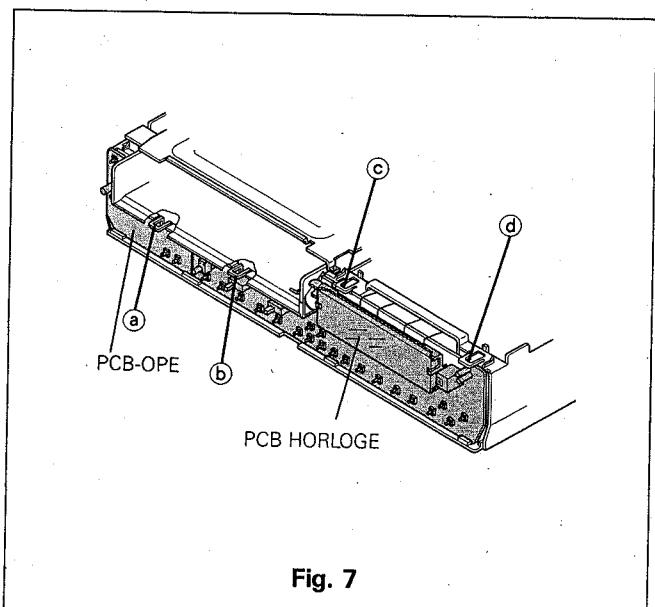

Fig. 7
- Débloquer le crochet a et retirer la platine OPERATION comme montré en Fig. 7.
- Débloquer les trois crochets (④ à ⑦) et retirer la platine HORLOGE comme le montre la Fig. 7.